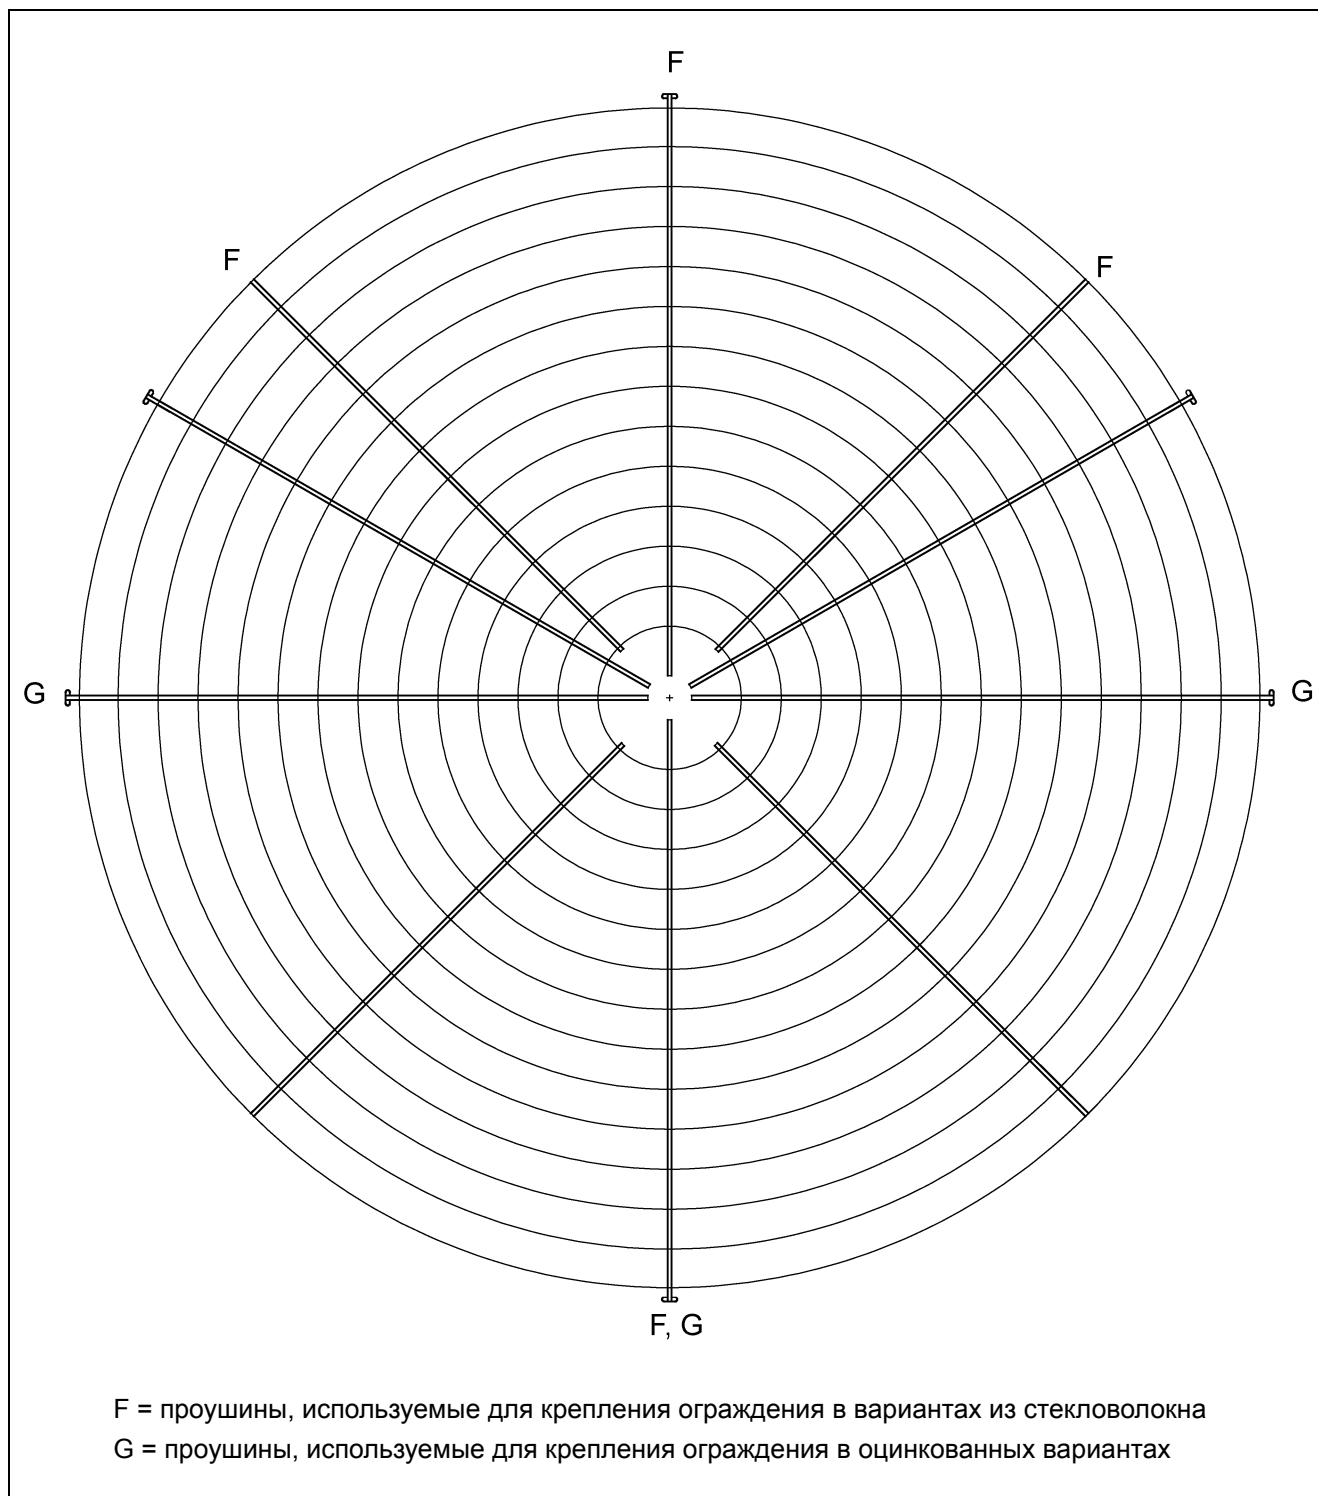

Рисунок 9D
Деталь ограждения с соответствующими проушинами, используемыми с вентиляторами из стекловолокна, показана на Рисунок 9D ниже. Вставляйте ограждение в вентилятор, пока проушины не коснутся центра каждой панели конуса. Наметьте и просверлите три (3) отверстия 7/16" в центре каждой панели конуса. Для крепления ограждения используйте болты 1 1/2", увеличенные шайбы и фланцевые гайки. Равномерно затяните крепежные детали.